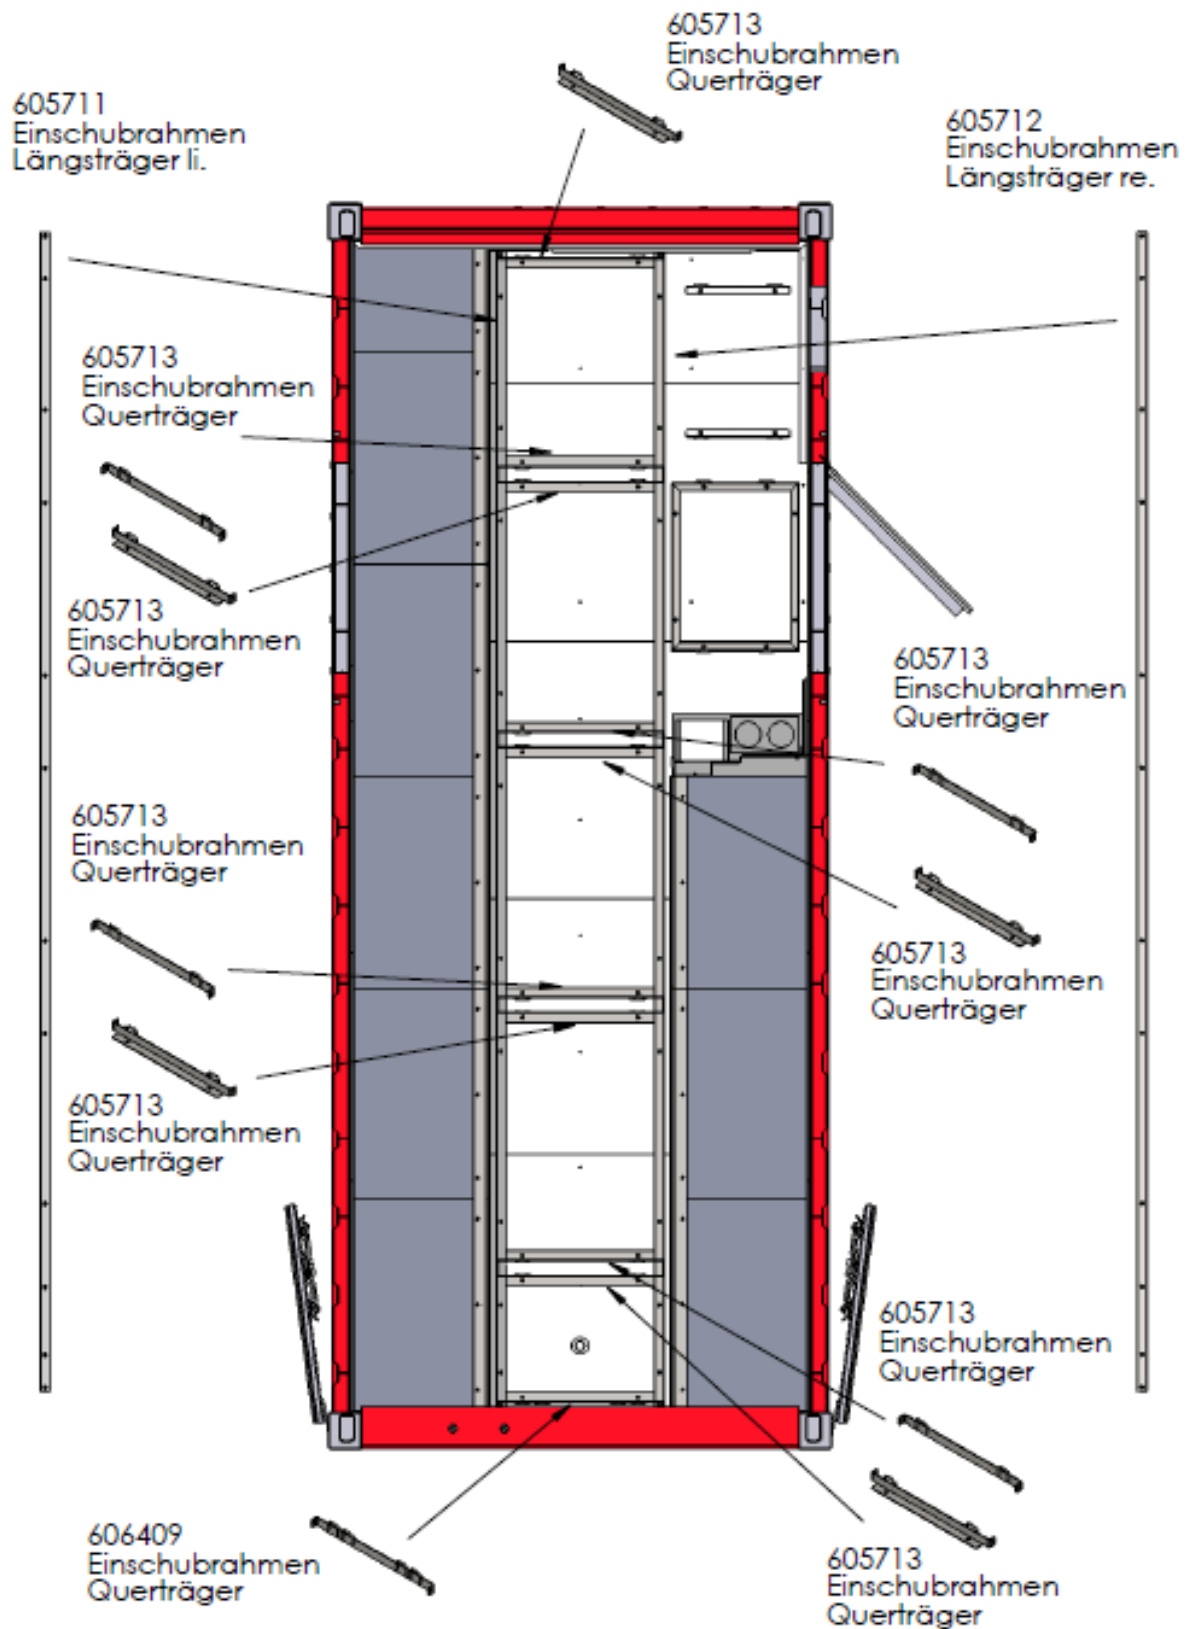

Abb. 2: Verzurrprofile am Containerboden
Sammeln Sie die während des Entladens der Kisten ausgebauten Verzurrprofile (Abb. 2:) an einem sauberen und trockenen Ort.
- ◆ Entfernen Sie den Einschubrahmen Querträger 10 (Art.-Nr. 606409, siehe Abb. 2:) und verstauen ihn in der Transportbox Fundamentstützen
- ♦ Entfernen Sie den Einschubrahmen Querträger 9 (Art.-Nr. 605713, siehe Abb. 2:) und verstauen ihn in der Transportbox Fundamentstützen
- ♦ Entfernen Sie den Einschubrahmen Querträger 8 (Art.-Nr. 605713, siehe Abb. 2:) und verstauen ihn in der Transportbox Fundamentstützen
- ◆ Entfernen Sie den Einschubrahmen Querträger 7 (Art.-Nr. 605713, siehe Abb. 2:) und verstauen ihn in der Transportbox Fundamentstützen
- ◆ Entfernen Sie den Einschubrahmen Querträger 6 (Art.-Nr. 605713, siehe Abb. 2:) und verstauen ihn in Transportbox Fundamentstützen
- ♦ Entfernen Sie den Einschubrahmen Querträger 5 (Art.-Nr. 605713, siehe Abb. 2:) und verstauen ihn in Transportbox Fundamentstützen
- ♦ Entfernen Sie den Einschubrahmen Querträger 4 (Art.-Nr. 605713, siehe Abb. 2:) und verstauen ihn in Transportbox Fundamentstützen
- ♦ Entfernen Sie den Einschubrahmen Querträger 3 (Art.-Nr. 605713 siehe Abb. 2:) und verstauen ihn in Transportbox Fundamentstützen
- ◆ Entfernen Sie den Einschubrahmen Querträger 2 (Art.-Nr. 605713, siehe Abb. 2:)
- ◆ Entfernen Sie den Einschubrahmen Querträger 1 (Art.-Nr. 605713, siehe Abb. 2:) und verstauen ihn in Transportbox Fundamentstützen.